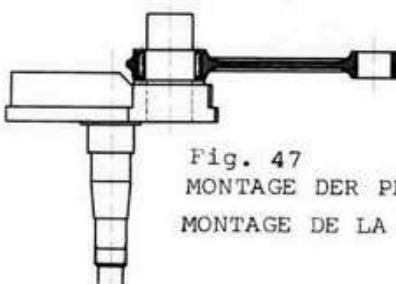

Fig. 47
- Pleuellager samt Pleuellager auf den Pleuelzapfen montieren (Fig. 47)
- Monter le roulement de tête de bielle ainsi que la bielle sur le maneton (graisser le roulement avec de la graisse de chassis) Fig. 47.